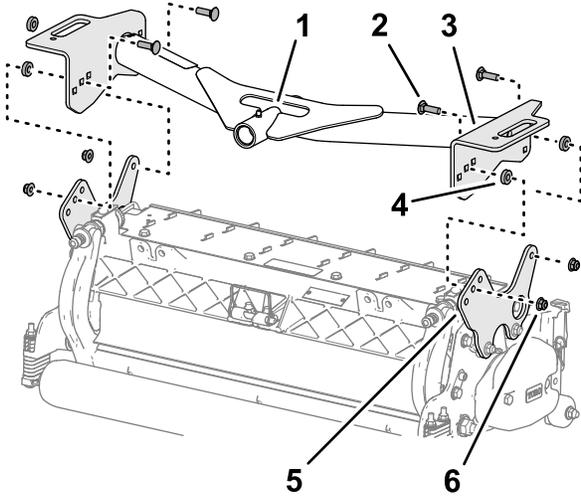

Figure 19
1. Alignez les trous dans les plaques du bâti porteur avant sur les trous des plaques de montage de l'unité de coupe (Figure 19).
- Placez une rondelle entre la plaque du bâti porteur et la plaque de montage (Figure 19), et fixez légèrement les plaques et l'entretoise avec un boulon de carrosserie ($\frac{3}{8}$ x $1\frac{1}{4}$ po), une rondelle et un contre-écrou à embase ($\frac{3}{8}$ po).